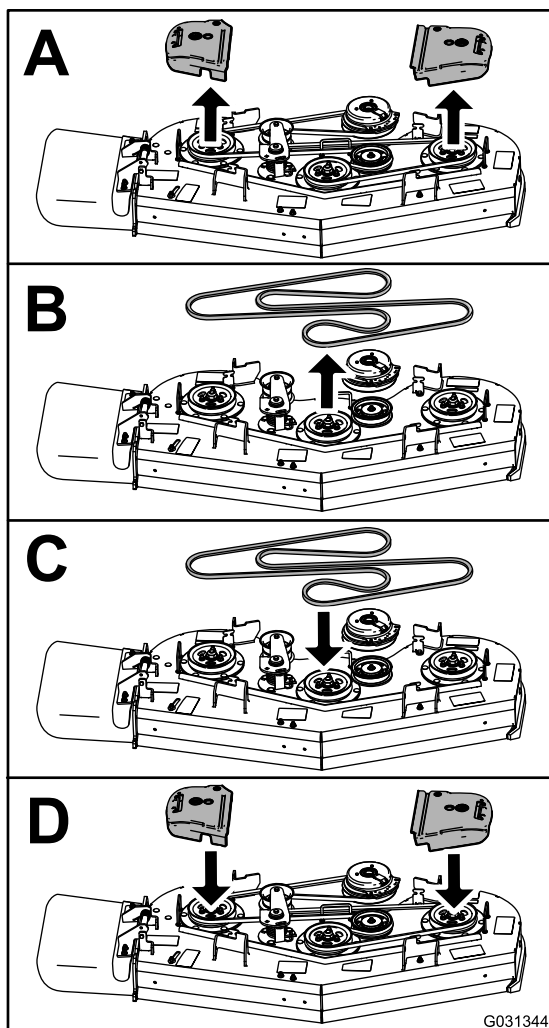

図 66
4. 図 66に示すようにベルトを交換する。
7. クラッチとクラッチストップからデッキベルトを外す図 66。